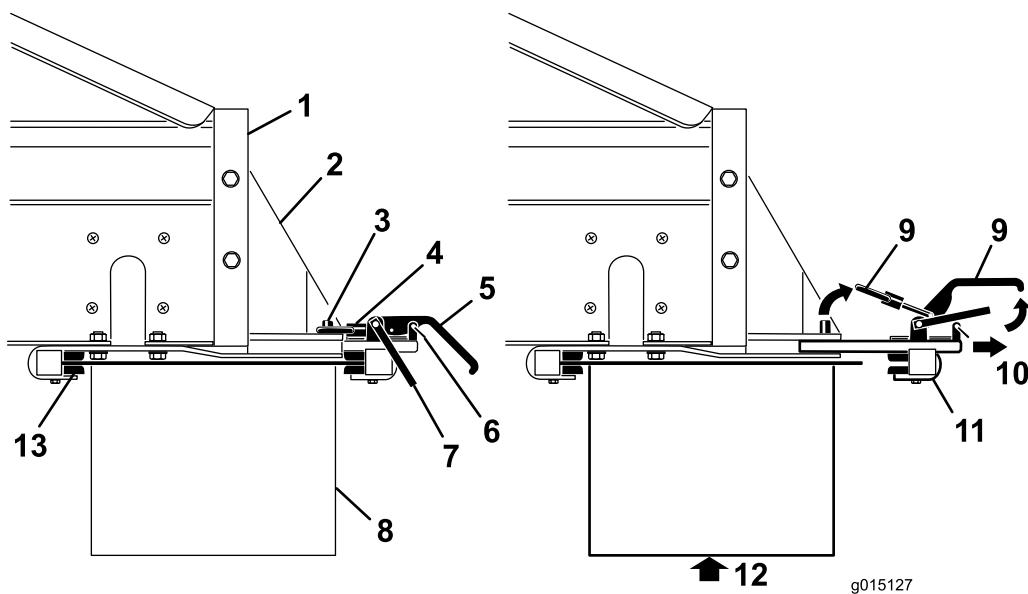

Figura 29
1. Rimuovete le clip dei fermi di sicurezza dalle maniglie di attacco (Figura 29).
2. Sollevate il fermo di sicurezza, poi le maniglie di attacco dell'accessorio e liberate gli anelli di bloccaggio dai perni di bloccaggio (Figura 29).
3. Estraete il gruppo di attacco posteriore dell'accessorio dalle fessure di attacco rapido (Figura 29).
4. Con l'aiuto di una persona, inserite il bordo anteriore dello spargitore doppio sopra e sotto la parte posteriore dell'MH-400 nei morsetti anteriori sulle staffe (Figura 29).
5. Sostenete lo spargitore doppio, facendo scorrere contemporaneamente il gruppo di attacco posteriore dell'accessorio nelle fessure delle staffe, sulla parte posteriore (Figura 29).
7. Rimontate le clip dei fermi di sicurezza sulle maniglie di attacco (Figura 29).